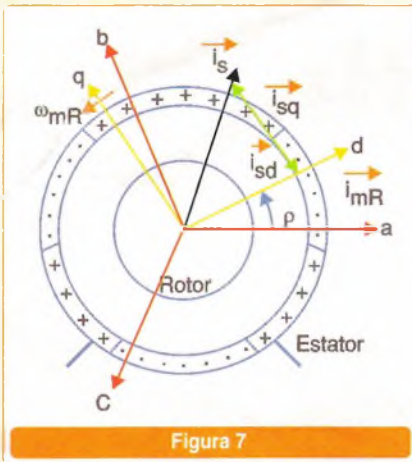

Figura 7
**figura 7).** Nesse sistema, o controle do motor AC de indução torna-se muito similar a uma simples máquina DC (*separately-excited DC machine*), visto que  $i_{mR}$  é mantida constante.